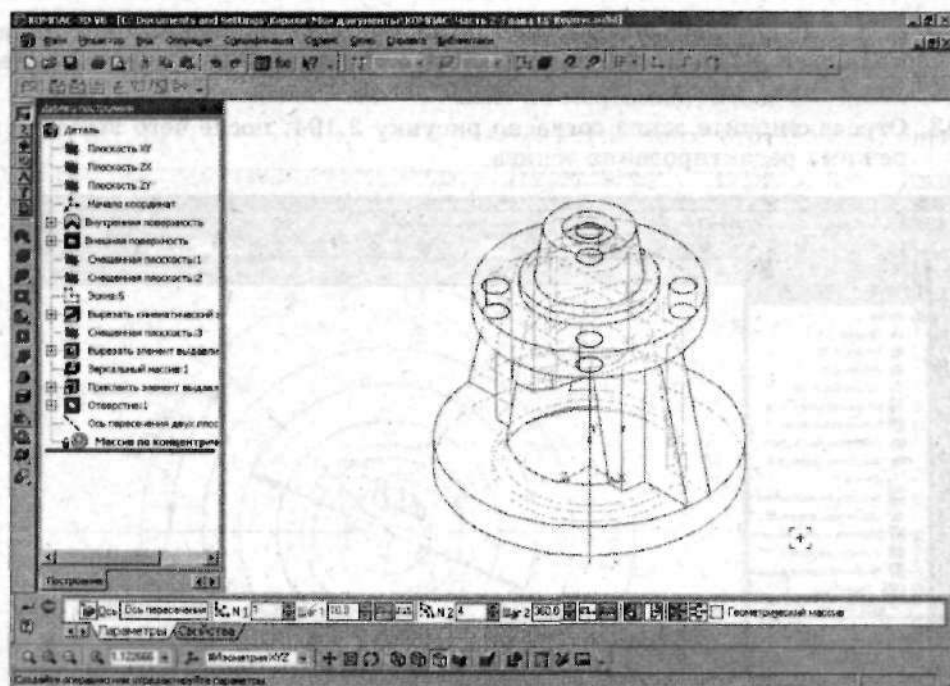
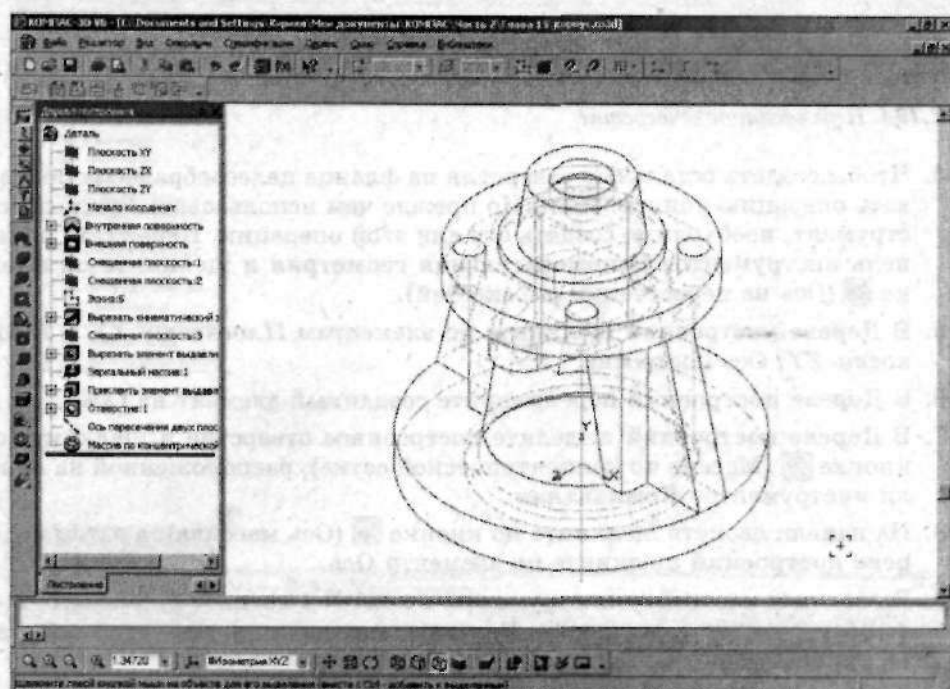

Рис. 2.195. Чтобы скопировать отверстия, воспользуйтесь инструментом Массив по концентрической сетке
Рис. 2.196. Отверстия построены!
19. Выполните настройку инструмента: в поле N 1 введите 1, в поле N 2 — 4, Шаг 2 — 360 (рис. 2.195). Результат построения отверстий показан на рис. 2.196.